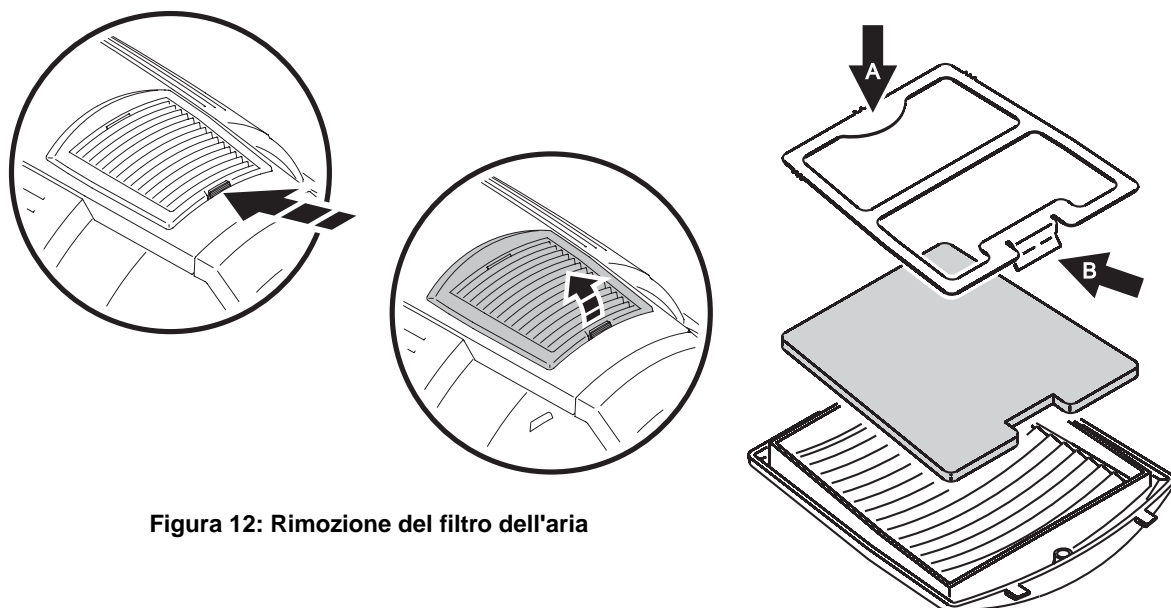

Figura 12: Rimozione del filtro dell'aria
1. Vedere Figura 12. Su ciascun lato della testa, premere sulle linguette di sostegno per liberare e rimuovere i 2 coperchi del filtro dell'aria.